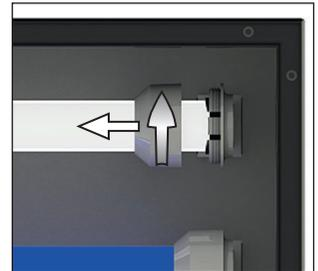

Fig. 35 Soltar as conexões de rosca
6. Solte as conexões de rosca nos plugues das lâmpadas fluorescentes que serão substituídas (Fig. 35).